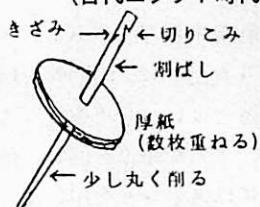

図2 割りばしを使ったこま
こまは木の枝（なるべく真直ぐなもの）や割りばしなどを使って、図2のように、頭の部分に切り込みときざみをつける。厚紙を円形に切って数枚重ねる。これはこまのおもりとバランスの役目をする。使い方は次の通りである（写真参照）。
- ① わたを少量手につかみ、わたから少しづつ細く引き出し、こよりを撚るように撚って5cmくらいの強い糸を作る。
- ② 糸の先をこまのきざみにはさみ、こまを垂らして回し、わたを少しづつ引き出しながらこまの回転によって撚りをかける。こまが回っているときだけわたを引き出すことと、バランスのよいこまであることが糸紡ぎのポイントである。
- ③ 数10cmの糸ができたらこまに巻きとる。
- ④ 数cmの糸を残し、こまの切り込みに引っ掛け、再びこまを回して同様にくり返す。綿がない場合はふとん綿（高級な方がよい）を用いる。（図2、写真1、2、3）